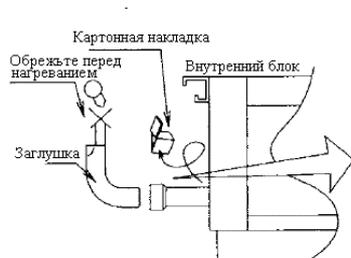

Рис. 7
- Снимите картонные наклейки и срежьте концы заглушки (заглушек), а затем нагрейте трубы и удалите заглушки (Рис. 7).